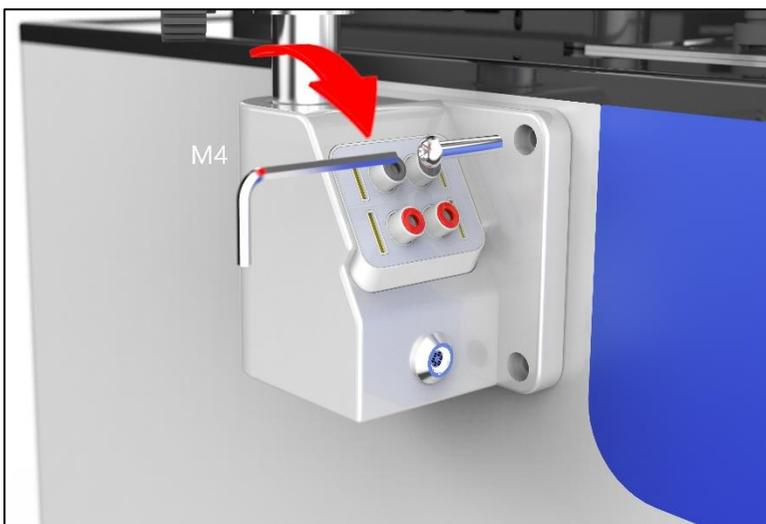

图 2-9 安装被检支架
- 安装被检支架（ConST681-S/682-S 无被检支架），如图 2-9 所示；